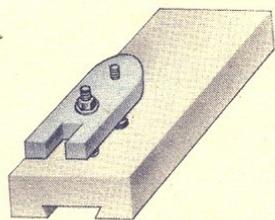

Bild 55.2.
- ④ Zeichne den *Meißelhalter* einer Drehmaschine (Bild 55.2.) in einem Verkleinerungsmaßstab in zwei Ansichten (eine Ansicht im Schnitt) und trage die Maße ein! Beschreibe Aufgabe und Wirkungsweise des Meißelhalters!